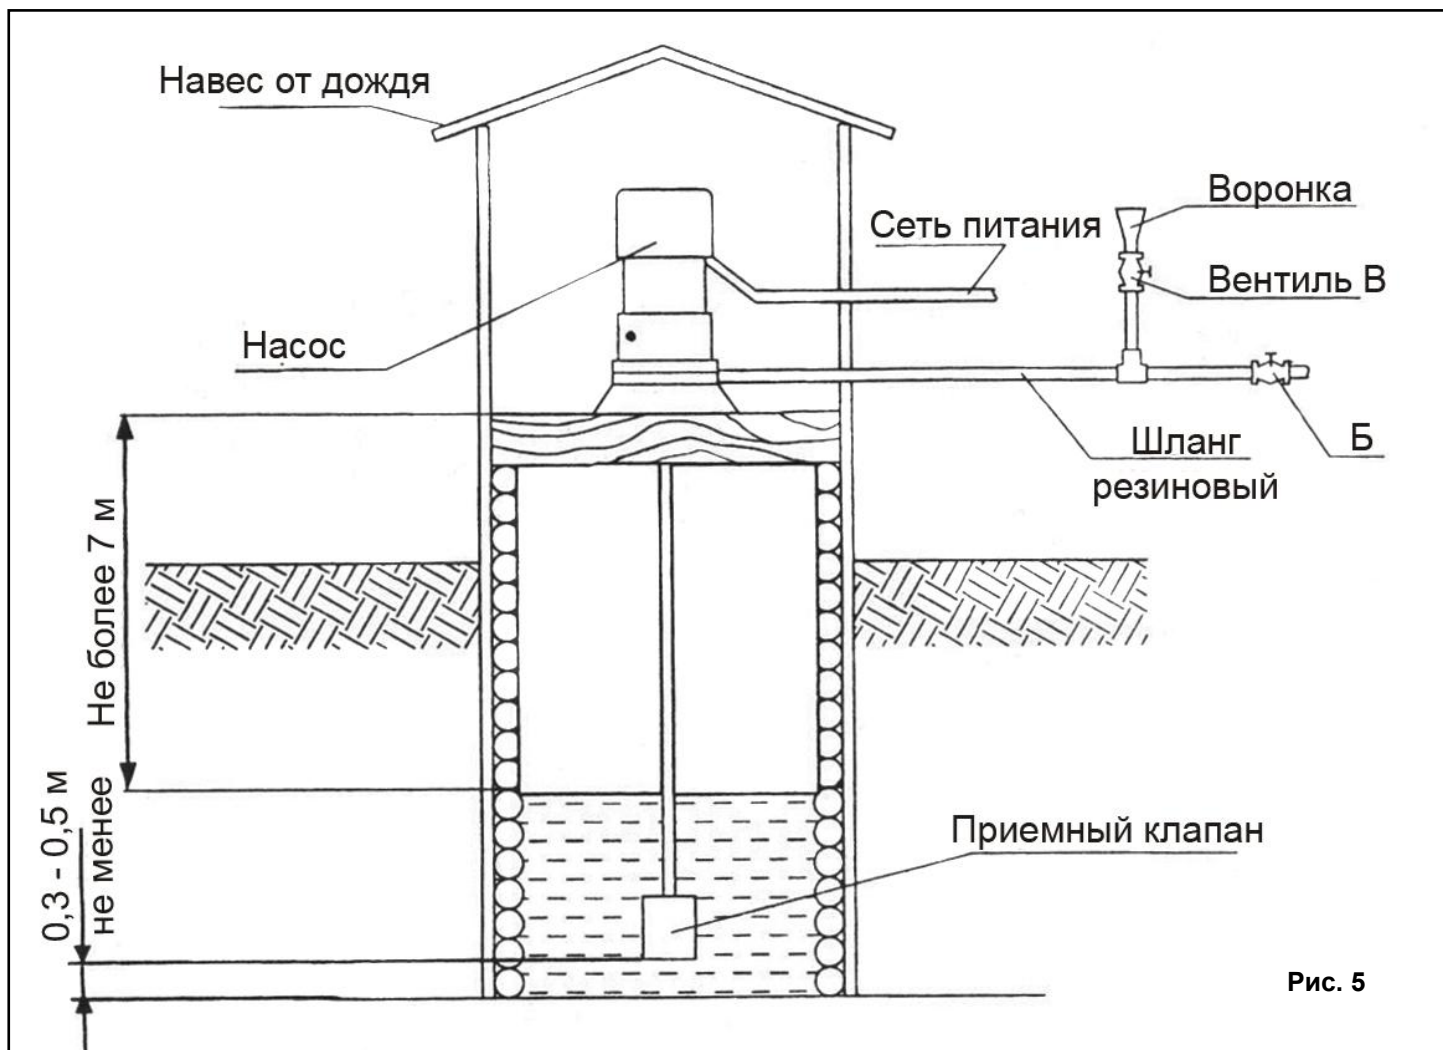

Рис. 5
- При перекачке воды из открытого водоема (См. Рис. 4), колодца (См. Рис. 5) или скважины, расстояние от дна водоема до приемного клапана должно быть не менее 0,3 м.
- Вариант установки электронасоса для перекачки воды из колодца показан на рис. 5.
- Предпочтительный расход воды 24 литра в минуту. Расход воды можно регулировать вентилем или краном, который устанавливается на нагнетательном трубопроводе (См. Рис. 5).